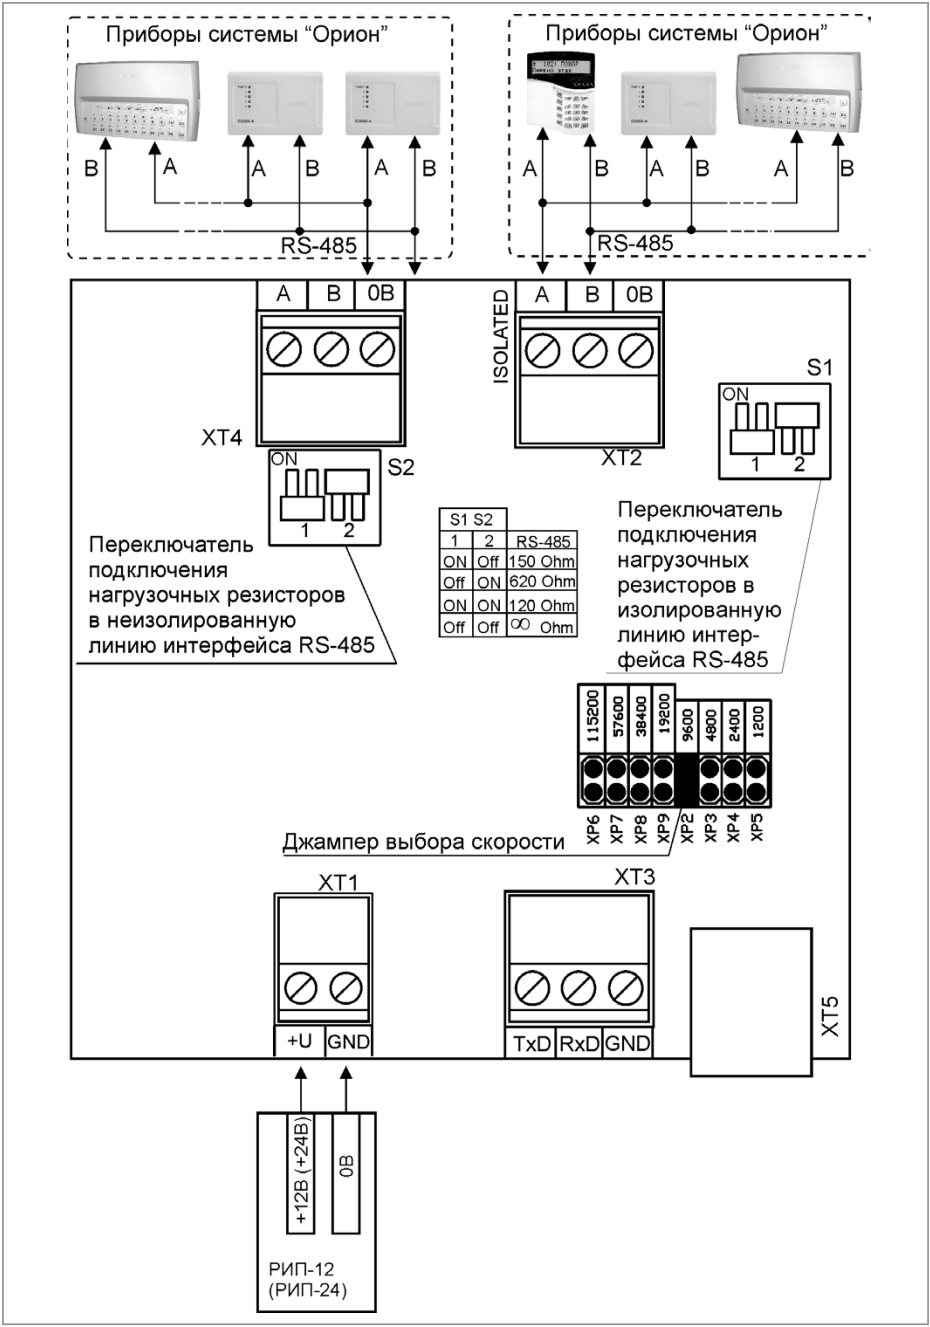

Рисунок 4. Схема внешних соединений «С2000-ПИ» в режиме повторителя интерфейса RS-485
- или в режиме повторителя интерфейса RS-485 (см. Рисунок 4).
2.1. Подайте напряжение питания на преобразователь и измерьте его значение мультиметром на клеммах «+U» и «GND» (при подключении по схеме на Рисунок 4). Измеренное значение напряжения должно соответствовать данным п.1.1.